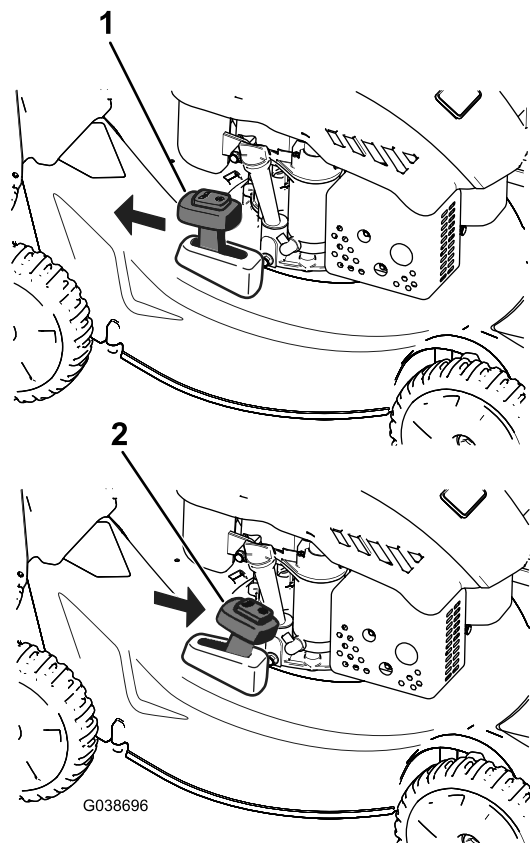

Figure 20
Pour recycler l'herbe coupée, placez le levier de ramassage sur demande en position RECYCLAGE (Figure 20).
2. Montez le bac à herbe ; voir Montage du bac à herbe \(page 14\) et amenez le levier de ramassage sur demande en position de RAMASSAGE, comme montré à la Figure 20.
**Remarque:** Si le bac à herbe est monté sur la machine, enlevez-le avant de procéder à l'éjection arrière de l'herbe coupée ; voir Retrait du bac à herbe \(page 15\). Le levier de ramassage sur demande doit être en position RAMASSAGE comme montré à la Figure 20.